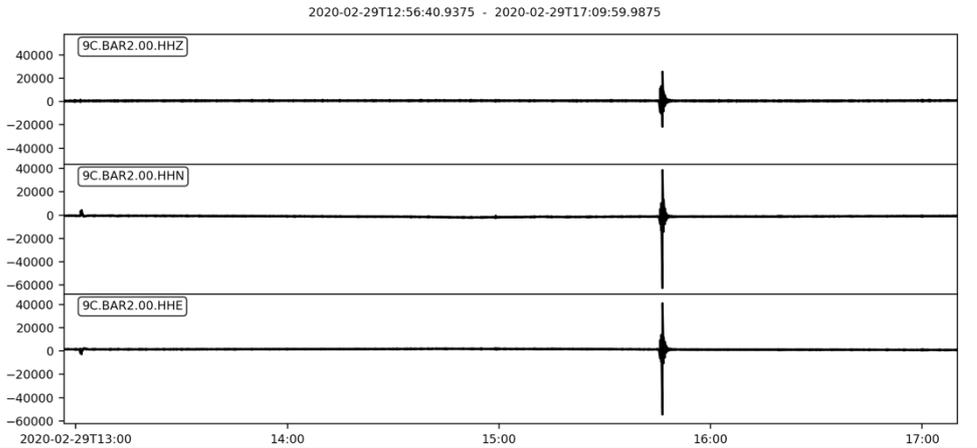

Fig. 21 : Test Taurus BAR2 avec STS2 MMOR
- . Le test de la Taurus BAR2 avec le STS2 MMOR ne montre rien d'anormal (Fig.21)